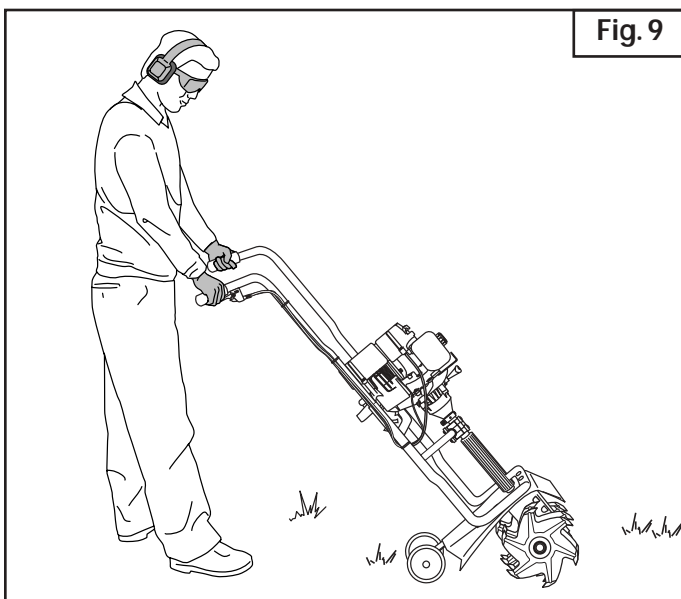

Fig. 9
4. Tenez les poignées du guidon fermement et abaissez lentement le cultivateur jusqu'à ce que les dents touchent le sol (Fig. 9).